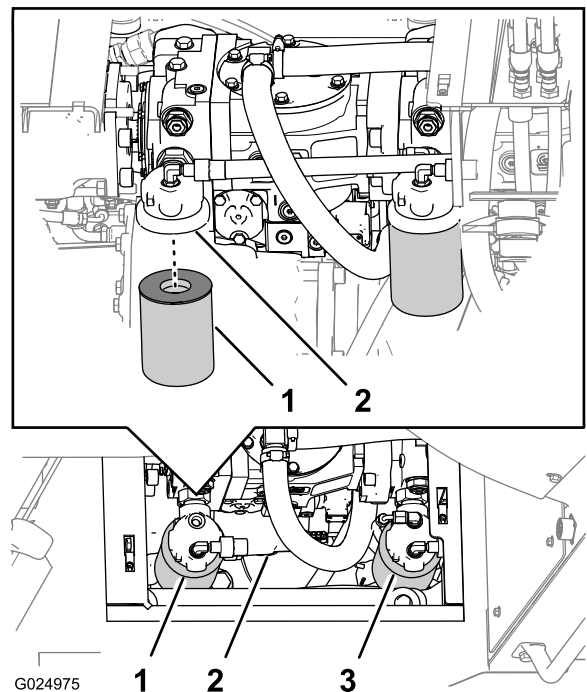

Bild 111
Hinweis: Der Hydraulikladesfilter ist von der rechten Unterseite der Maschine hinter dem Hydraulikbehälter zugänglich (Bild 111).
2. Stellen Sie einen Behälter unter den Hydraulikladesfilter (Bild 111).
3. Drehen Sie den Hydraulikladesfilter nach rechts und nehmen ihn ab (Bild 111).